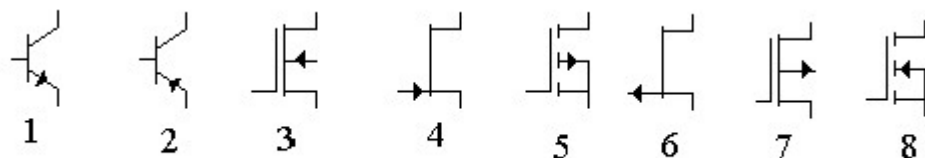

Рис.3.1.
1.3.6. Показать условное обозначение полевого транзистора с управляющим р-п переходом и п –каналом (рис. 3.1):